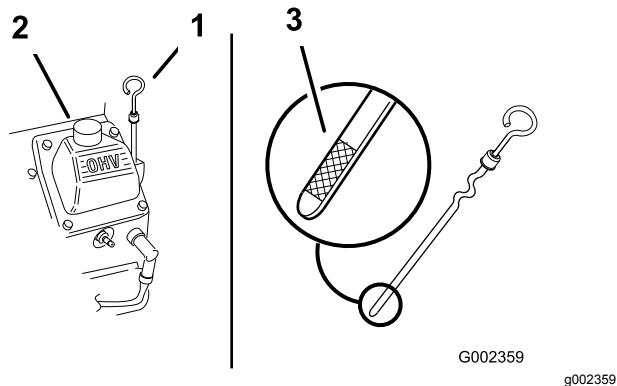

Рисунок 45
2. Очистите поверхность вокруг масломерного щупа (Рисунок 45), чтобы загрязнения не
- Извлеките масломерный щуп, очистите его, а затем снова вставьте до упора (Рисунок 45).
Уровень масла должен находиться между отметками «F» (полный) и «L» (низкий) на масломерном щупе (Рисунок 45).
- Если уровень масла ниже метки «L» (низкий), снимите крышку заливной горловины (Рисунок 45) и добавляйте масло указанного типа, пока его уровень не достигнет отметки «F» (Полный) на щупе.